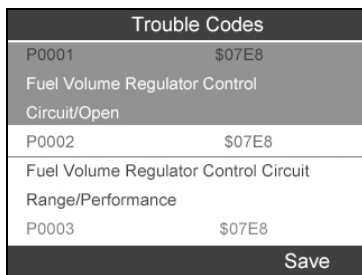

Рисунок 6.5
- 3) На экране сканера появится окно, содержащее информацию о кодах неисправностей. В случае наличия нескольких диагностических кодов используйте кнопки прокрутки **вверх/вниз**, чтобы ознакомиться со всеми кодами. (См. рисунок 6.5)